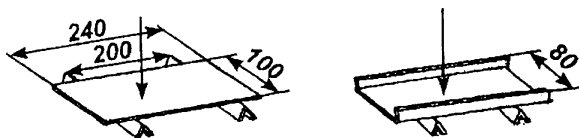

Рис. 39. Лабораторный опыт
3. Лабораторный опыт (рис. 39)